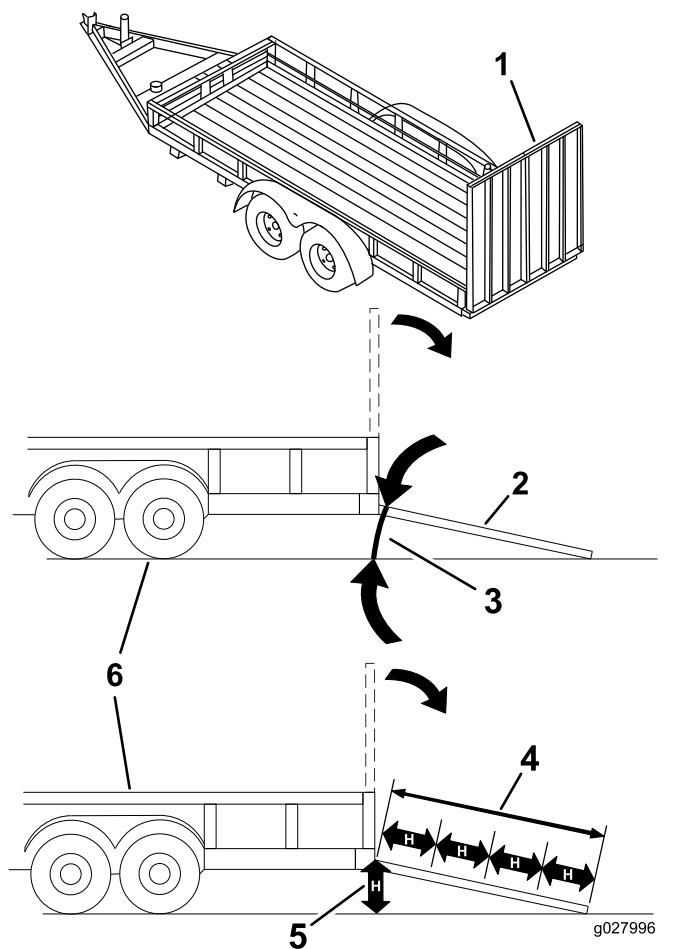

Figura 44
Quando si carica la macchina su un trailer o un autocarro si aumenta il rischio di ribaltamento, che può causare gravi ferite ed anche la morte (Figura 44).
3. Abbassate la rampa, assicurandovi che l'angolazione tra la rampa e il terreno non superi 15 gradi (Figura 44).
1. Abbassate la rampa, assicurandovi che l'angolazione tra la rampa e il terreno non superi 15 gradi (Figura 44).